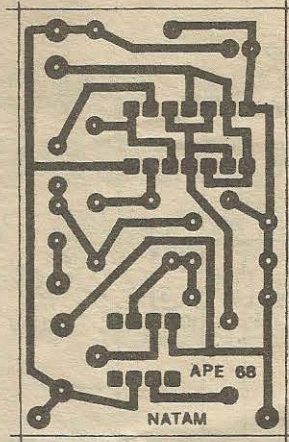

Fig.2
- FIG. 2 - LAY OUT DO CIRCUITO IMPRESSO ESPECÍFICO - Devido à presença dos dois integrados, centralizando praticamente toda a parte ativa do circuito, o padrão cobreado (visto em tamanho natural na figura...) tornou-se muito
dos, a referência posicional é dada pela extremidade marcada... Os diodos tem sua orientação definida pela marca na extremidade de **catodo** (uma faixa ou anel em cor contrastante...). Finalmente, o capacitor eletrolítico tem a polaridade de seus terminais demarcada no próprio *corpo* do componente, lembrando ainda que a **perna positiva** costuma ser a **mais longa**... Ao final, tudo deve ser reconferido, aproveitando-se para verificar a qualidade dos pontos de solda pela face cobreada (o outro lado da placa, originalmente visto na **FIG. 2**), corrigindo-se eventuais erros, falhas, lapsos ou *corrimentos*, antes de cortar as sobras dos terminais, passando então à fase das conexões externas...